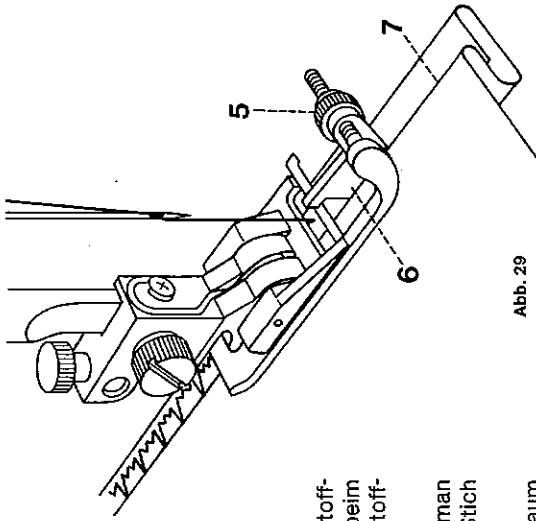

Abb. 29
Mit der Schraube 5 (Abb. 29) die Stoffführung 6 so stellen, daß die Nadel beim Linksausschlag nur knapp in die Stoffkante 7 (Abb. 29) einsticht (3).